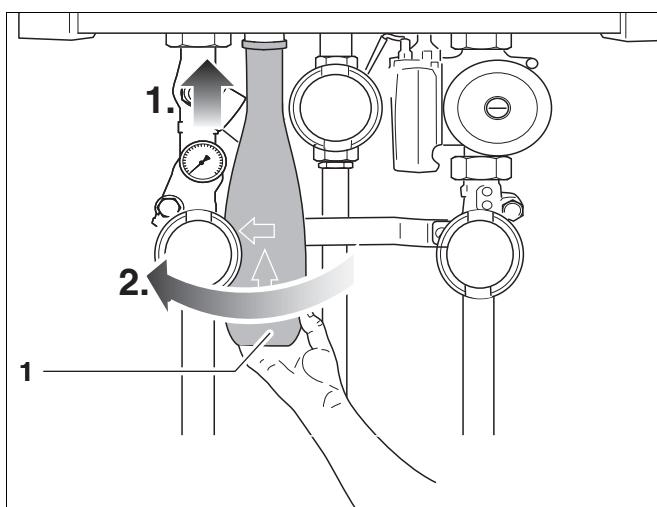

Рис. 17 Монтаж сифона
- Смонтировать сифон (рис. 17, поз. 1) на подключение для отвода конденсата (AKO).
Сифон оснащен байонетным замком. Сифон нужно вставить (рис. 17, шаг 1), а затем повернуть на 1/4 оборота против часовой стрелки (рис. 17, шаг 2) до защелкивания.